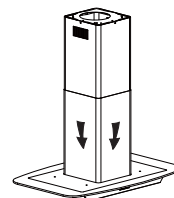

Bild.9
- Fäst förlängningsröret vid utloppet och se till att allt sitter som det ska. Efter detta, fäll ner krokarna och använd den externa skorstenen. Efter detta är installationen klar, se bild 9.